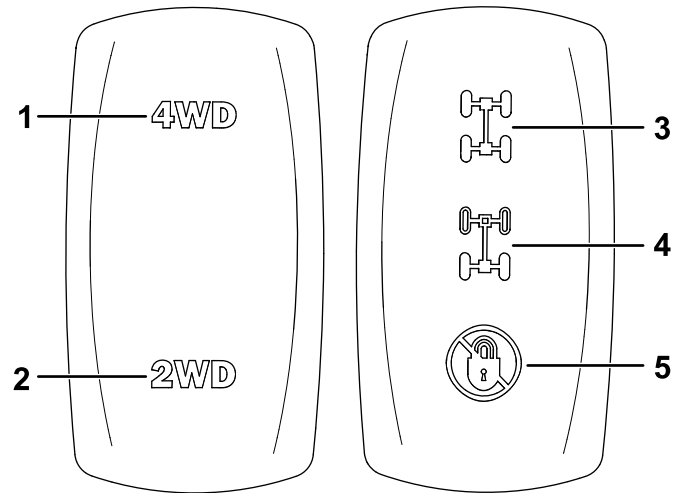

Figura 48
2. Premete l'interruttore trazione a 2 ruote motrici/integrale (Figura 48) verso l'alto per attivare la trazione integrale.
Togliete il piede dal pedale dell'acceleratore, e disattivate la trazione integrale premendo l'interruttore trazione a 2 ruote motrici/integrale verso il basso (Figura 48).
2. Premete l'interruttore di blocco differenziale in posizione centrale per attivare il blocco differenziale posteriore (Figura 48).
Premete l'interruttore di blocco differenziale verso l'alto per attivare il blocco differenziale anteriore e posteriore (Figura 48).
Togliete il piede dal pedale dell'acceleratore e disattivate il blocco del differenziale premendo l'interruttore di blocco differenziale verso il basso (Figura 48).